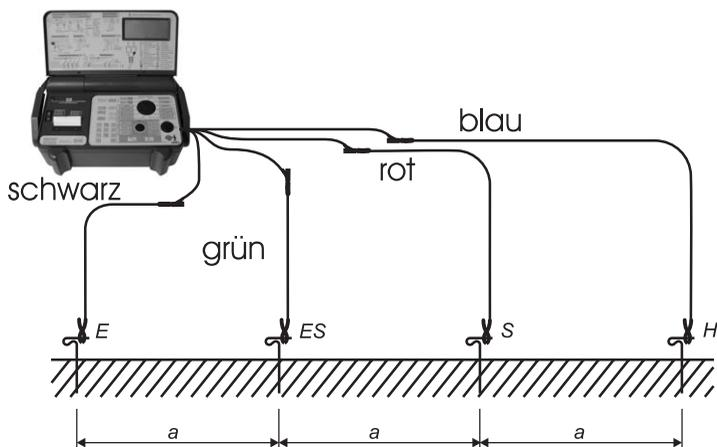

Bild 6.6.2: Anschluss der Messleitungen
- ▶ Schliessen Sie die 4-polige Messleitung an den Messanschluss (17) des UNITEST 0100-Expert plus an.
- ▶ Ordnen Sie die vier Erdspeisse für E, ES, S, H in einer Linie, wie in Bild 6.6.2 gezeigt an. Der Abstand 'a' zwischen den einzelnen Sonden muss gleich sein. Legen Sie die Leitungen sorgfältig aus, und achten Sie, dass die Leitungen möglichst nicht parallel nebeneinander liegen und sich nicht keuzen, um Einkopplungen zu vermeiden.
- ▶ Verbinden Sie die Messleitungen mit den Erdspeissen gemäss Bild 6.6.2
- ▶ Betätigen Sie die Taste "START" (2). Die Prüfspannung wird für ca. 2 Sekunden am Prüfling angelegt oder liegt an, solange die Taste gedrückt bleibt.